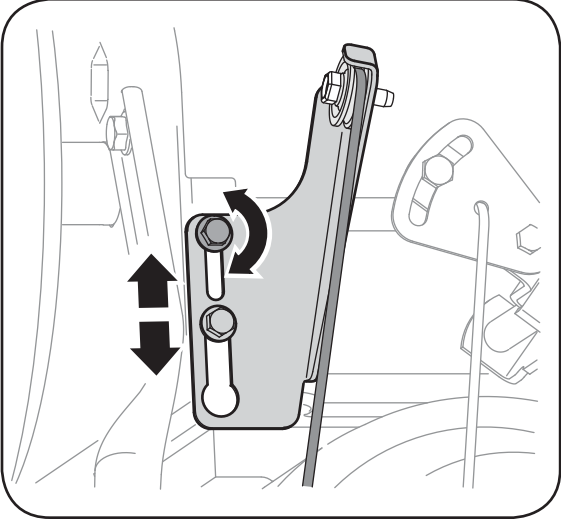

Figure 5-3
4. Si un réglage est nécessaire, desserrez l'écrou à six pans inférieur sur le support indexé du câble de transmission et relevez (ou abaissez) le support selon le besoin. Voir la Figure 5-3. Serrez l'écrou à six pans inférieur pour maintenir le support à la position correcte.
5. Desserrez le contre-écrou à six pans inférieur sur le support du câble de la transmission. Voir la Figure 5-3.